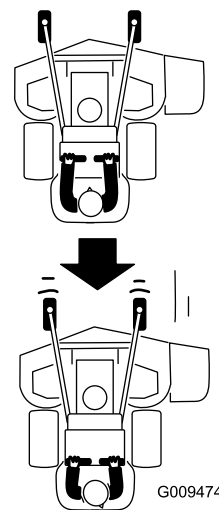

Figura 23
2. Tirate lentamente indietro le leve di controllo del movimento (Figura 23).